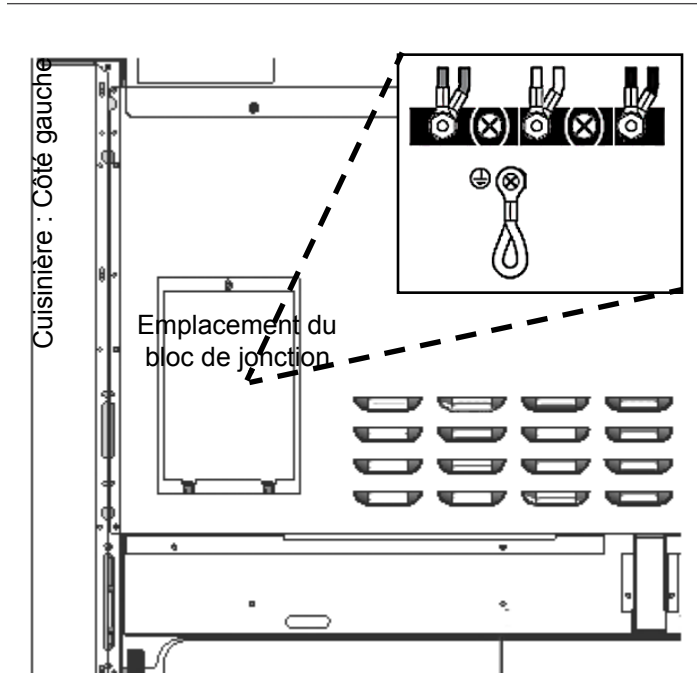
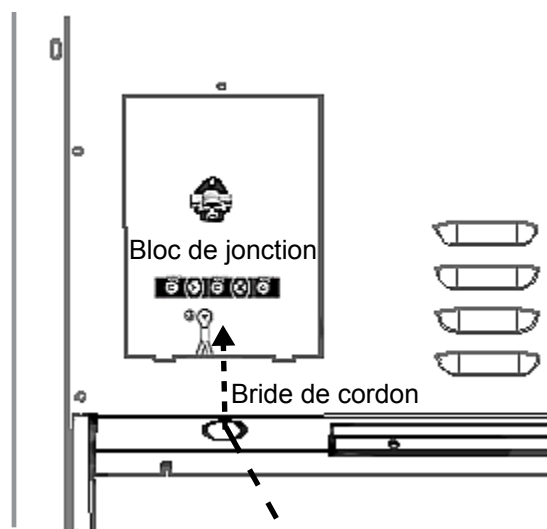

Figure 15: Emplacement du bloc de jonction
Figure 16: Emplacement de la bride de cordon
Les appareils peuvent être branchés directement à l'alimentation. L'installateur doit fournir un conduit en aluminium flexible approuvé, format 3/4 po (19 mm), d'une longueur minimale de 6 pieds (1,8 mètre). Localisez le bloc de jonction à l'arrière de l'appareil et enlevez le couvercle (consultez la Figure 15). Le conduit doit être fixé à la boîte de connexion à l'aide d'un connecteur de conduit approuvé. L'extrémité libre du conduit de câbles doit être branchée à un bloc de jonction installé dans la zone d'alimentation électrique, comme illustré sur la Figure 3.
Installez une bride de cordon (non fourni) dans le trou de 1 po (25,4 mm) de diamètre situé sous le bloc de jonction (voir Figure 16). Le câblage de l'appareil doit être acheminé au bloc de jonction par le conduit et à travers la bride de cordon. Les extrémités des fils doivent être munies de cosses en boucle de 1/4 po, préférablement soudées sur place. Faites les connexions au bloc de jonction fourni (voir Figure 15).
2. Installez une bride de cordon (non fournie avec la cuisinière) dans le trou de 1 po (25,4 mm) de diamètre situé sous le bloc de jonction, dans le panneau arrière (voir *Figure 16*). Faites passer les fils par la bride de cordon.